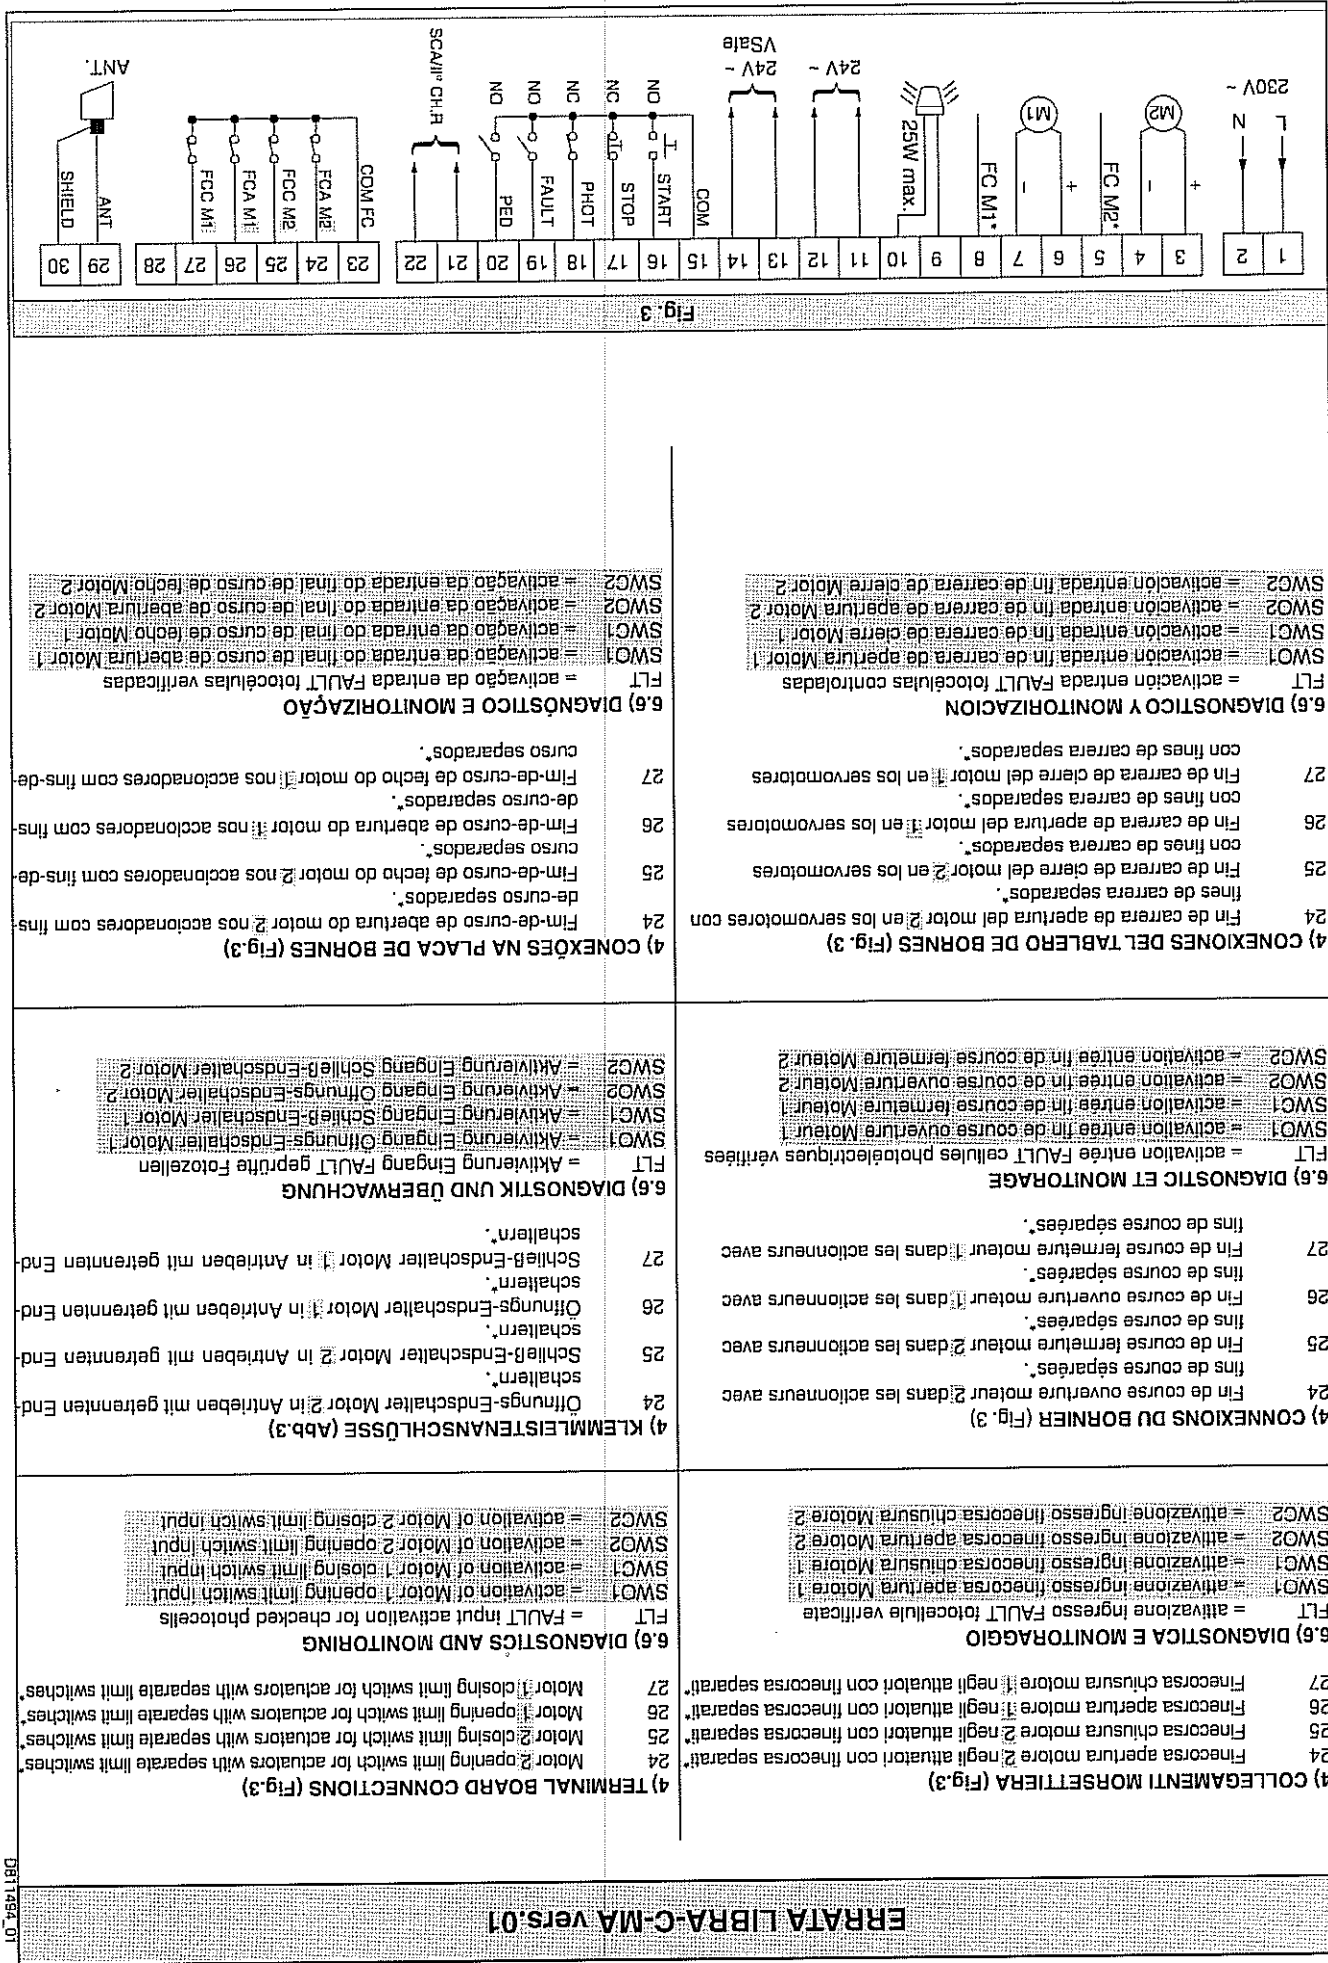

Fig. 3
**4) CONEXIONES DEL TABLERO DE BORNES (Fig. 3)**
**4) CONNEXIONS DU BORNIER (Fig. 3)**